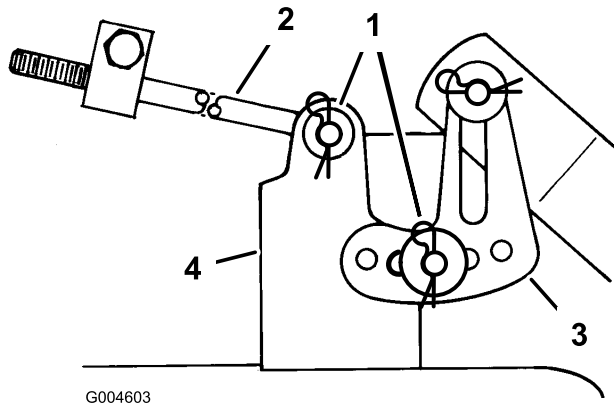

Figure 42
15. Enlevez la goupille fendue et la rondelle en haut de la patte de mise à niveau du plateau de coupe (Figure 42).
17. Enlevez la goupille fendue et la rondelle de l'extrémité de la longue tige (Figure 42) et glissez la tige hors du support du plateau. Répétez la procédure de l'autre côté de la tondeuse.
13. Glissez l'extrémité de la longue tige dans le trou du support du plateau (Figure 42).
15. Montez la patte fendue de mise à niveau du plateau de coupe sur l'axe du bras de hauteur de coupe (Figure 42).